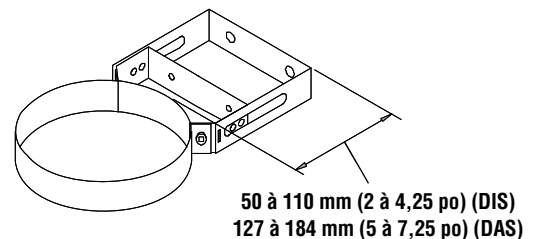

Figure 29 - Extension de guide mural
3. Le guide mural peut être installé avec une extension de guide mural pour obtenir des dégagements pouvant atteindre 110 mm (4,25 po) pour le modèle DIS et 7-1/4" pour le modèle DAS. Voir **Figure 29** - Extension de guide mural.